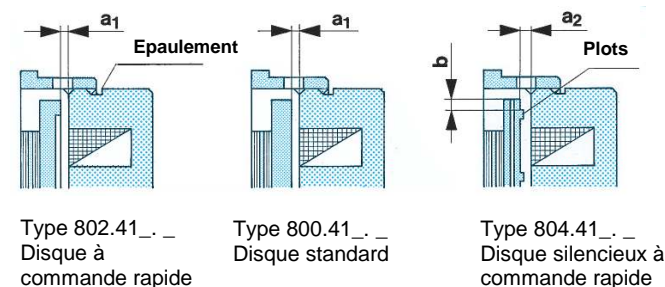

Fig. 2
Vérifier l'entrefer ( $a_1$ ,  $a_2$ ), fig. 2. Il doit correspondre à l'entrefer nominal ( $a_1$ ,  $a_2$ ) indiqué dans le tableau 2.
Les freins sont livrés avec l'entrefer entre le disque de freinage (5) et le porte-bobine (2) réglé à sa valeur nominale ( $a_1$ ,  $a_2$ ), fig. 2 et tableau 2.
1. Enlever un bouchon du carter gradué (31). Mettre le frein hors tension et à l'aide d'une jauge d'épaisseur, mesurer l'entrefer avant d'effectuer le réglage. La cote à corriger sera la différence entre l'entrefer mesuré et l'entrefer nominal ( $a_1$ ,  $a_2$ ) du tableau 2.
2. Desserrer les vis de fixation (13).
3. Desserrer la vis de blocage (59) et libérer la pièce de blocage (58).
4. Tourner le carter gradué (31) dans le sens contraire des aiguilles d'une montre (vue sur l'arrière du frein). Un trait de graduation correspond à une correction d'entrefer de 0,05 mm pour les tailles 3 à 6 et de 0,1 mm pour les tailles 7 à 11.
5. Serrer les vis de fixation (13) en tenant compte des couples de serrage du tableau 1.
6. Placer la pièce de blocage (58) et resserrer la vis de blocage (59).
Le réglage pourra être effectué plusieurs fois jusqu'au moment où le carter gradué (31) butera contre l'épaulement du porte-bobine (2), fig. 2. Cet épaulement évite une usure du rotor (35) hors tolérance. Si le réglage par carter gradué n'est plus possible, il faut alors remplacer le rotor (35). Dans le tableau 2 sont indiquées l'épaisseur du rotor neuf et l'épaisseur après une usure maxi.